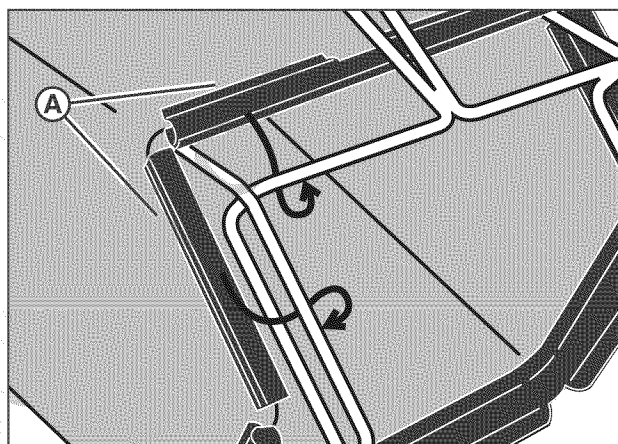

Figure 7: Pose des attaches de sac
2. Fixer d'abord les attaches (A, Figure 7) sur le côté du cadre. Fixer ensuite les attaches sur le haut et le bas du cadre.